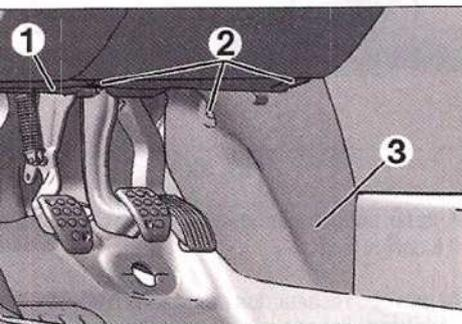

FIG. 18
Desmontar las grapas (2), y la protección (1) (Fig.18).